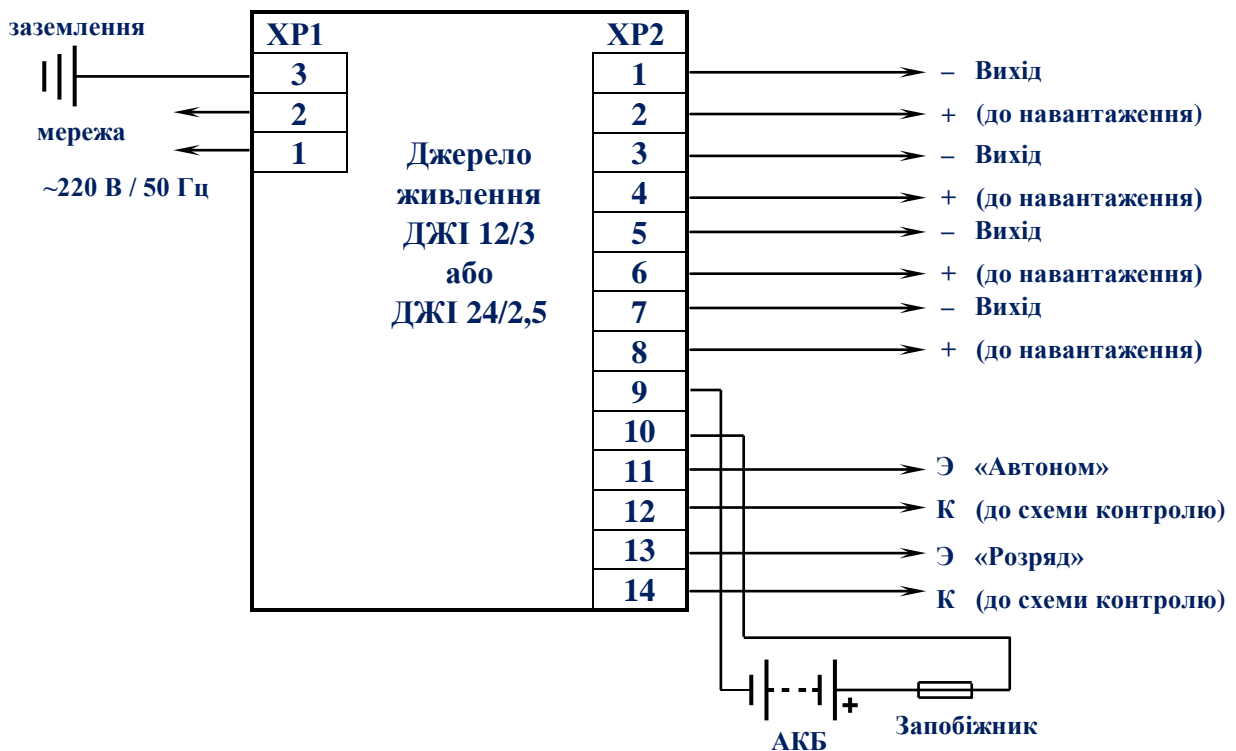
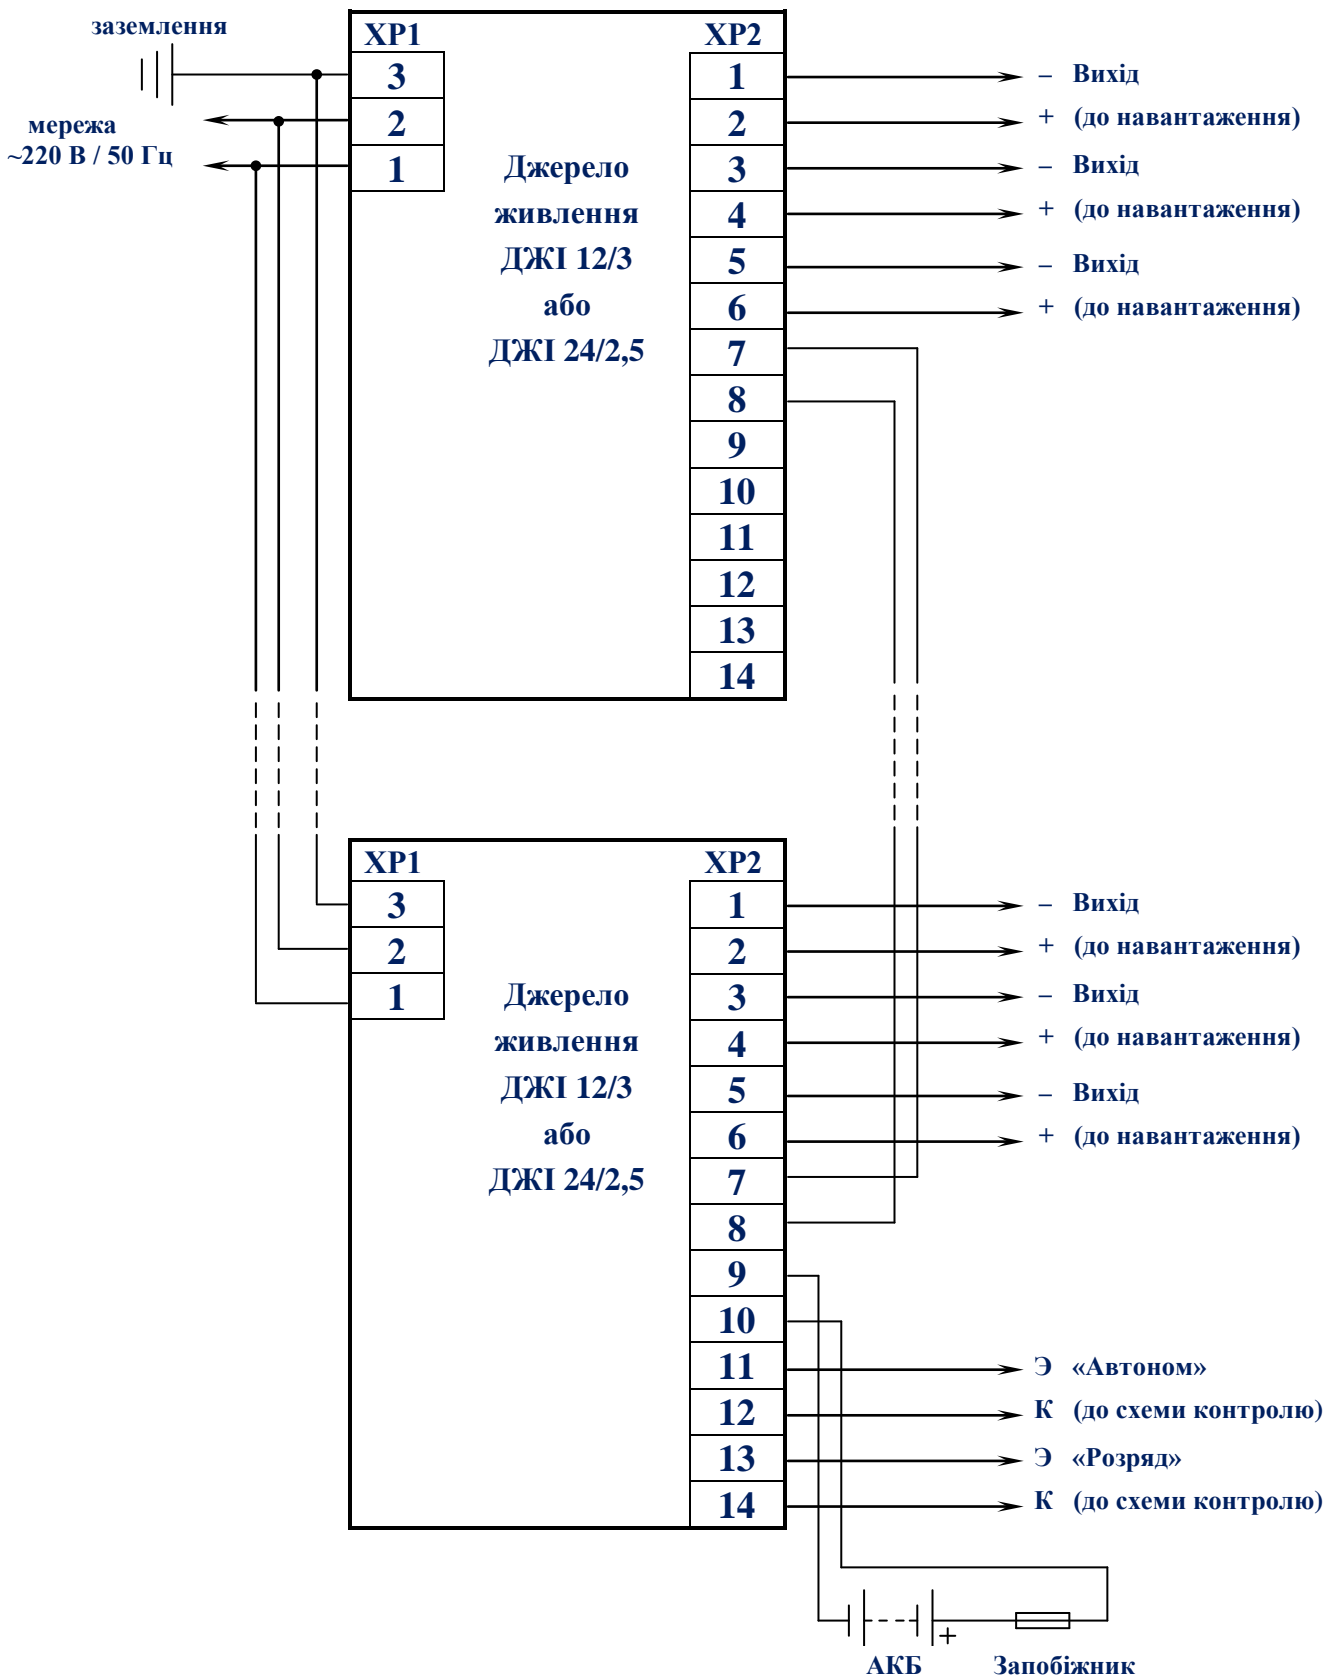

Рис. 4.1. Зовнішні підключення до ДЖІ.
Рис. 4.2. Паралельне включення ДЖІ
4.1. Схема зовнішніх підключень ДЖІ наведена на Рис. 4.1. При паралельній роботі двох і більше однотипних ДЖІ на загальне навантаження підключення виконати відповідно до схеми на Рис. 4.2.